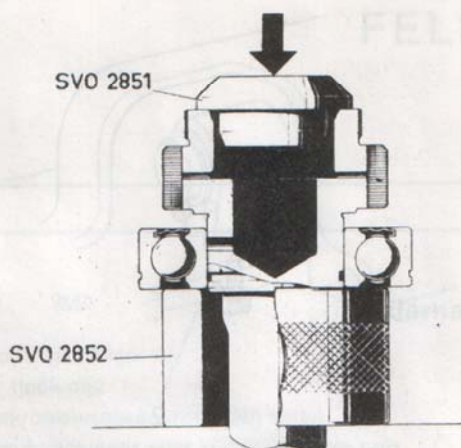

Bild 23. Montering av kullager på ingående axel
1. Pressa tätningarna i främre och bakre locken med dorn 2851 + 1801 resp. 2412. Pressa kullagret på ingående axeln med hjälp av underlaggsring 2852 och dorn 2851, se bild 23. Prova ut en låsring som passar väl i spåret och montera den.